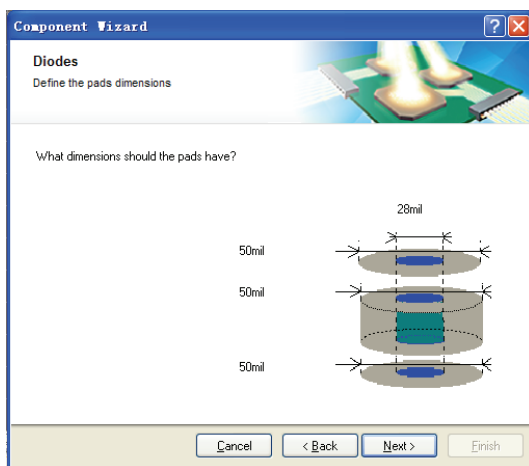

图 10-41 设置焊盘尺寸对话框
(4) 单击 按钮进入下一步，设定焊盘尺寸，如图 10-41 所示。可编辑修改焊盘尺寸数据，添加新数据，单位可以不加，以选择元件封装种类对话框（见图 10-39）中设置的单位为准。